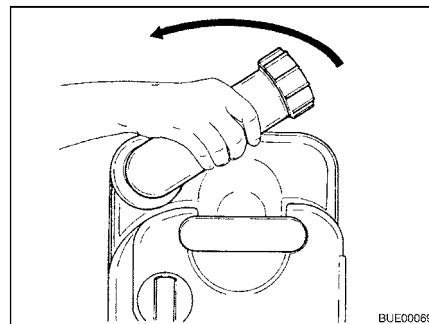

Bild 178 Vrid tömningsröret
- Vrid tömningsröret uppåt (Bild 178).